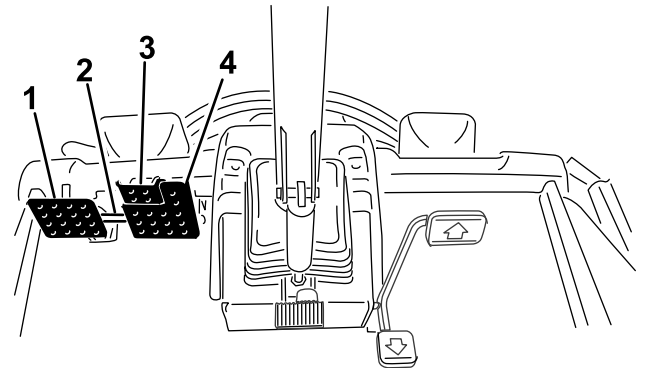

Figure 23
- Détachez le verrou de blocage des pédales (Figure 23).